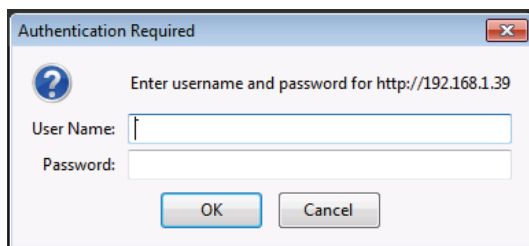

Рис. 21. Всплывающее окно Authentication Required
2. Щелкните на кнопке OK. Выводится всплывающее окно требования аутентификации Authentication Required (см. рис. 21).